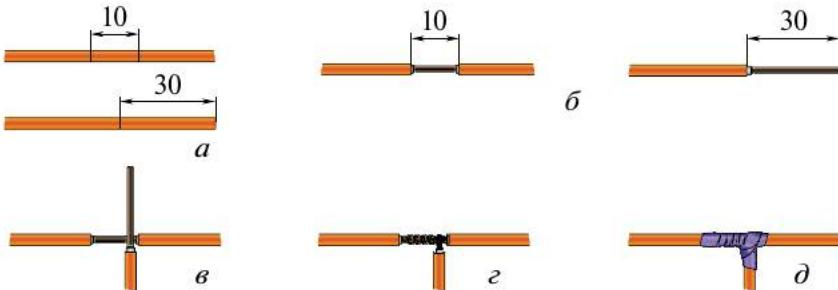

Рис. 10.5. Последовательность ответвления многожильных проводов
1. Разметить место ответвления провода на длину 10 мм и срашиваемый провод на длину 30 мм (рис. 10.5, *а*).
2. Удалить монтажным ножом или специальным приспособлением изоляцию на месте ответвления провода и на срашиваемом проводе (рис. 10.5, *б*).
3. Наложить оголённый конец срашиваемого провода на место ответвления примерно под углом 90° (рис. 10.5, *в*).
4. Накрутить конец срашиваемого провода на оголённое место провода ответвления. Обжать место ответвления пасатижами (рис. 10.5, *г*).
6. После охлаждения места пайки обмотать изоляционной лентой (рис. 10.5, *д*).
5. Выполните ответвление двух многожильных проводов (см. рис. 10.5).